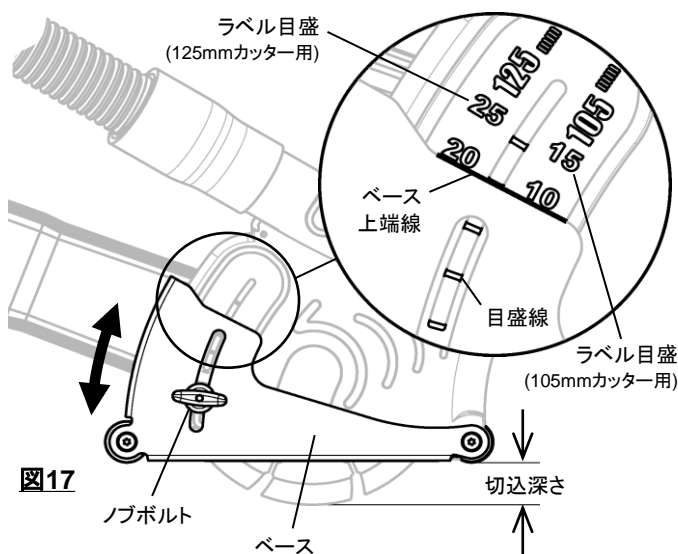

図17
1. 正面のノブボルトを緩め、ベースを上下移動させて切込深さを調整して下さい。ベースの上端線を目盛線に合わせることで、切込深さをおおまかにラベル目盛の数値に調整することが出来ます。(図17)